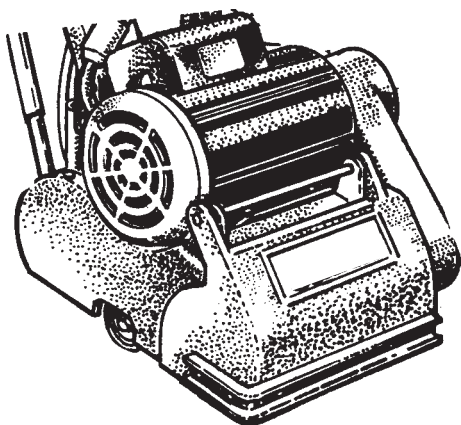

Figura 4
6. Levante el chasis con las manijas de transporte y colóquelo en el brea de carga. Consulte la figura 4.